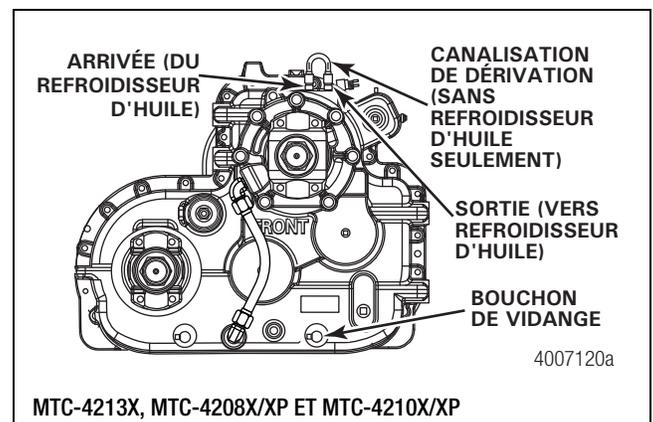

Figure 8.1
1. Débrancher la canalisation de dérivation sur le dessus de la boîte de transfert, laquelle est raccordée à l'orifice de sortie de la pompe et aux orifices de retour de la boîte de transfert. Figures 8.1 et 8.2.